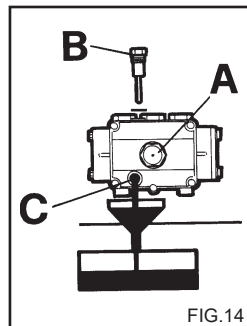

FIG.14
- 2) Skru proppen af ved hjælp af olie-pinden (fig. 14).